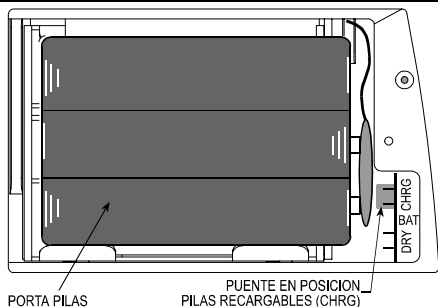

Figura 4. Puente selector del tipo de pila
- E. Saque el porta pilas y compruebe que el puente de selección de tipo de batería tiene la posición correspondiente a las que va a instalar (vea Figura 4). Para pilas alcalinas, el puente debe estar puesto en los dos pines inferiores. Para baterías de Níquel-Cadmio (recargables), debe estar en los dos superiores.